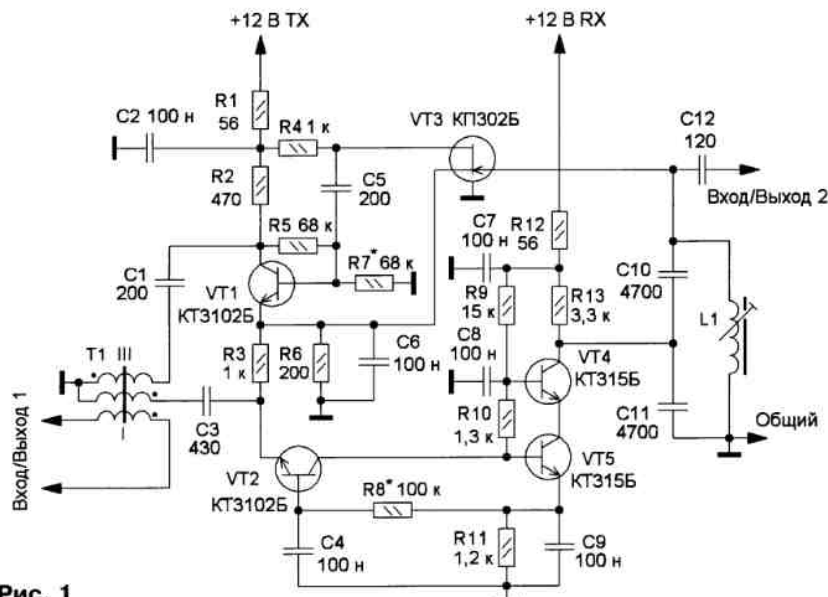

Рис. 1
Схема двунаправленного усилителя показана на рис. 1. Канал, работающий на передачу (TX), выполнен на полевом КП302Б (VT3) и биполярном КТ3102Б (VT1) транзисторах. Канал приёма (RX) собран на биполярных транзисторах VT2, VT4 и VT5. Усиление по напряжению в режиме RX — не менее 800, в режиме TX — не менее 500.